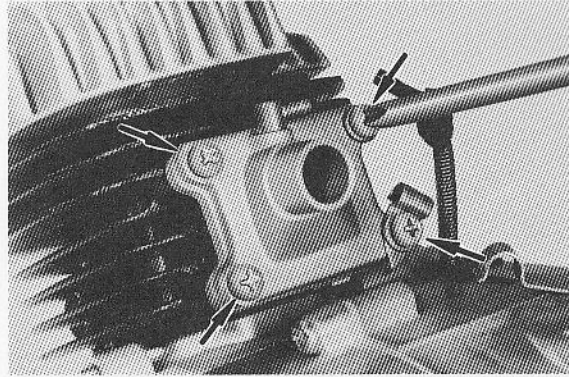

Fig. 3-2-1
Remove reed valve assembly holding bolts (4), carburetor joint and reed valve assembly. (Fig. 3-2-1)
Démontez les boulons de retenue de l'assemblage des clapets (4), le joint de carburateur et l'assemblage des clapets. (Fig. 3-2-1)